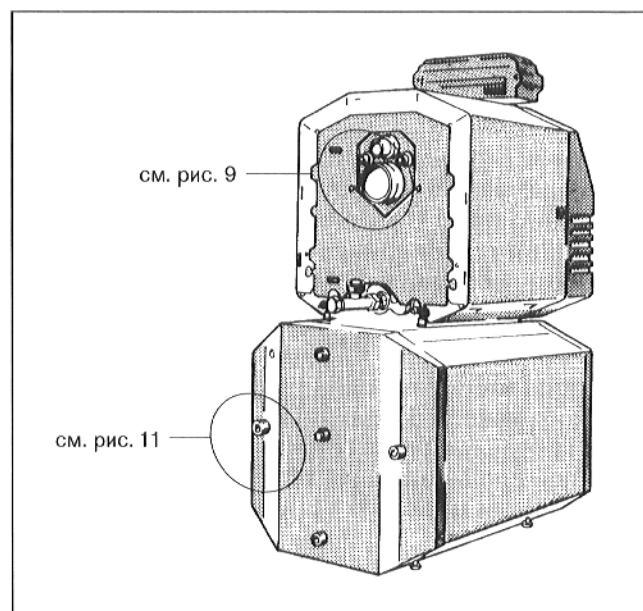
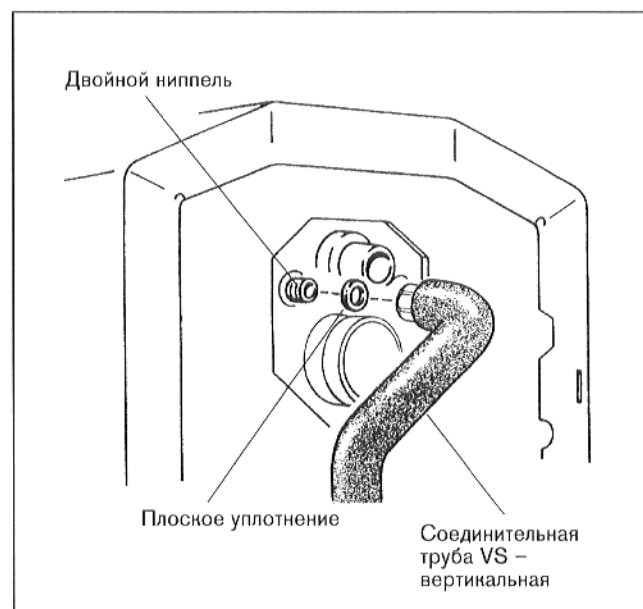
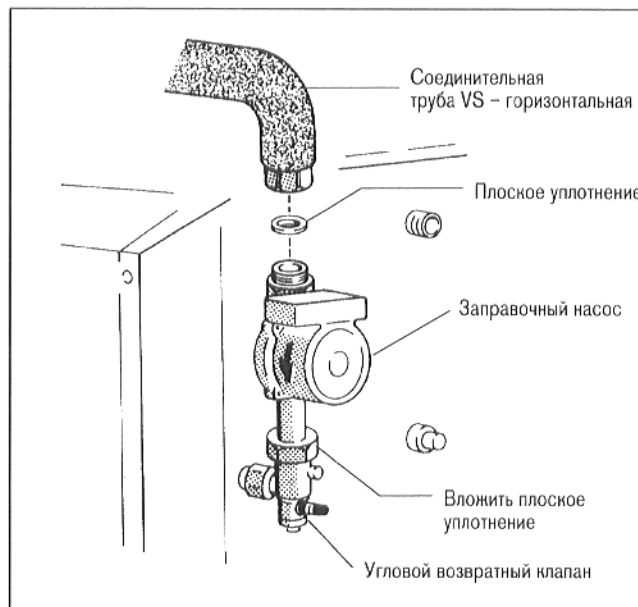

Рис. 8
Рис. 9
Рис. 11
- Вложить о-образное кольцо 35 х 3 в паз двойного ниппеля (рис. 8 и рис. 9).
- Ввинтить, соответственно рис. 8 и рис. 9, двойной ниппель в отверстие для подключения подводящей линии бойлера у котла.
- Вложить плоское уплотнение в накидную гайку у короткого ответвления двукратно изогнутой соединительной трубы подводящей линии бойлера VS. Затем привинтить трубу двойным ниппелем к отверстию подключения котла, выровнять при этом длинное ответвление так, чтобы оно показывало вертикально вниз (рис. 9).
- Вложить плоское уплотнение в накидную гайку углового возвратного клапана и привинтить угловой возвратный клапан к подводящей линии бойлера (рис. 8 и рис. 11).
- Вложить плоское уплотнение для заправочного насоса бойлера (Ø 44 x 28 x 2) в верхнюю накидную гайку углового возвратного клапана и привинтить заправочный насос бойлера к угловому возвратному клапану. Направление подачи должно показывать вниз (рис. 8 и рис. 11).
- Вложить второе плоское уплотнение для заправочного насоса бойлера (Ø 44 x 28 x 2) в накидную гайку у короткого ответвления горизонтальной соединительной трубы VS и привинтить соединительную трубу VS к насосу (рис. 8 и рис. 11).